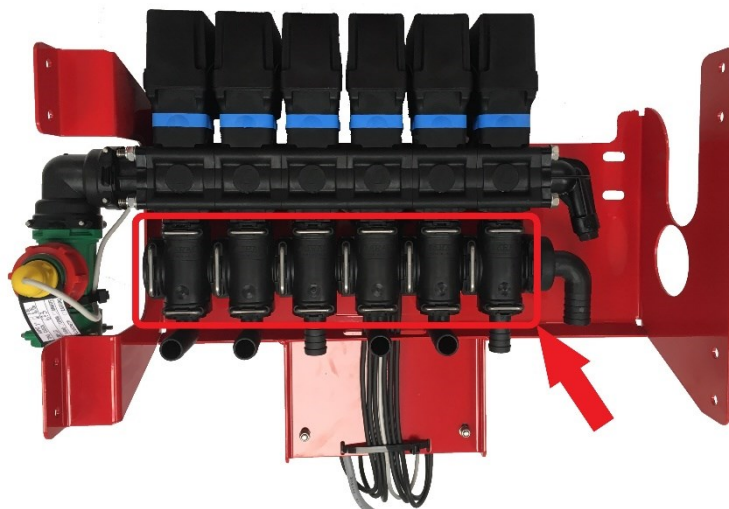

Bild 55
- Die Spritzen HPX haben unten an Wegeventilen zusätzliche Entlastungsventile, die nach dem Schließen den Druck in Wegerohren entlasten (Bild 55).